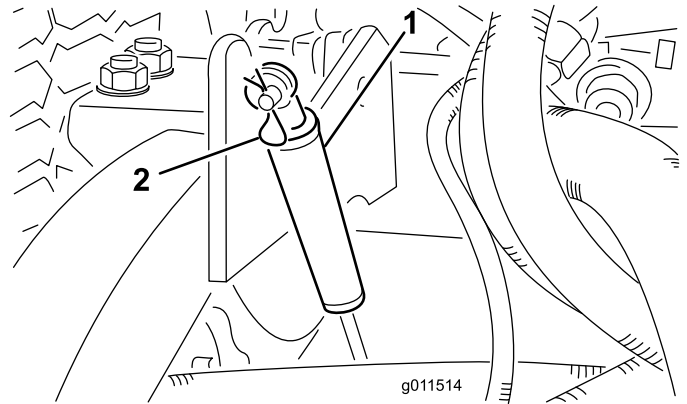

Figura 77
2. Retire el pasador de horquilla que fija los amortiguadores a los brazos de elevación (Figura 77). Gire el amortiguador hacia la carcasa de la plataforma.